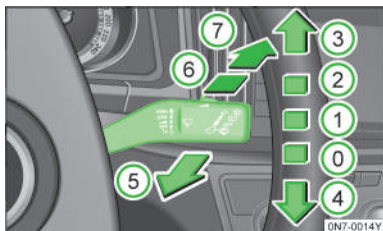

图 72
- 向下短按车窗玻璃刮水器操作杆»图 72，见第 49 页[4]。